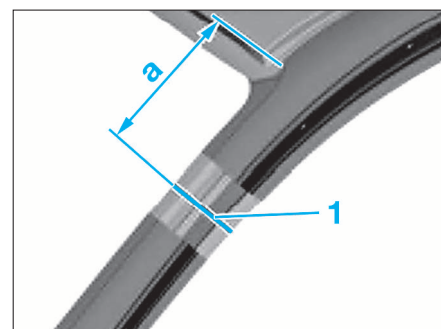

FIG. 12
- Défaire les cordons de soudure dans les zones (1).
- Défaire le raccord de colle dans la zone (3).
- Tracer la ligne de coupe (1) à la cote spécifiée puis effectuer la découpe (Fig.12).